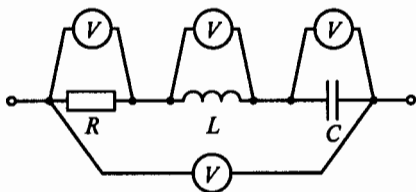

Рис. 97
**3.53.Р.** В цепи синусоидального тока на рис. 97 все четыре вольтметра показывают одинаковое напряжение  $54$  В. Чему равно мгновенное значение общего напряжения  $u$ , если начальная фаза напряжения  $u_L$  равна  $38^\circ$ ?